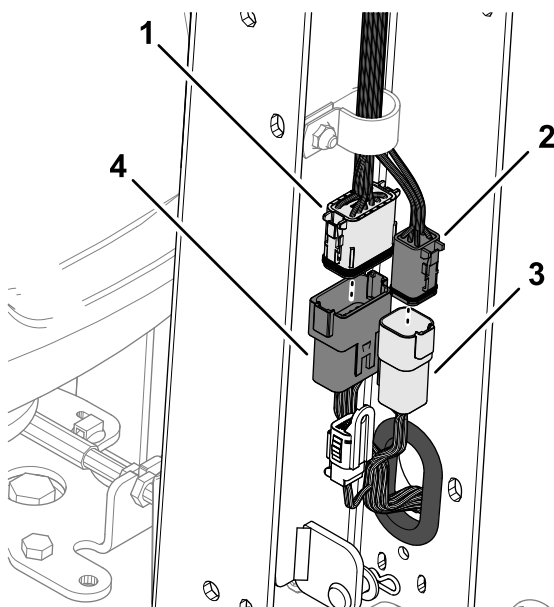

**Figure 8**
1. Faites passer le connecteur à 6 broches et le connecteur à 12 broches de la machine dans le passe-câble du profilé du timon (**Figure 8**).